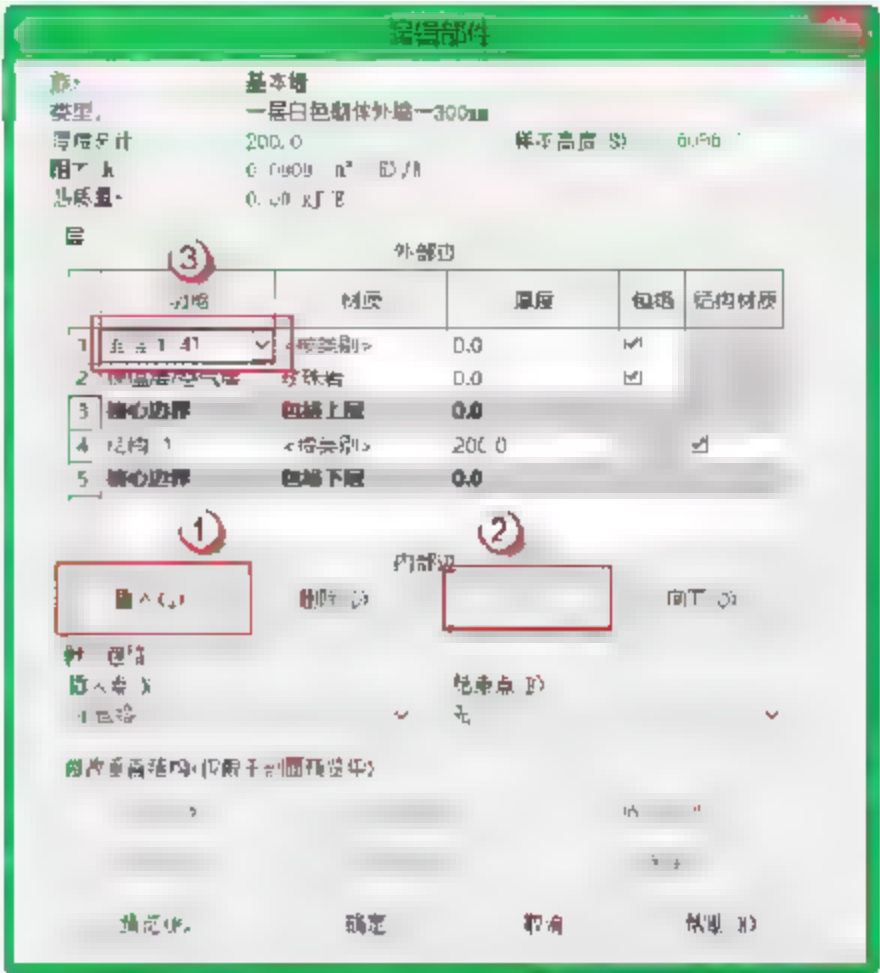

图 10.1.16 添加“面层 1 [4]”功能
(4) 编辑“保温层/空气层”材质。在“编辑部件”对话框中单击“保温层/空气层”对应的“材质”单元格右上角的“浏览”按钮，在弹出的“材质浏览器”对话框中，选择“AEC 材质”→“隔热层”→“珍珠岩”选项，将其填充图案改为“对角交叉线 1.5mm”，单击“确定”按钮返回“编辑部件”对话框，如图 10.1.16 所示。然后在“编辑部件”对话框下将其对应的厚度改为“30mm”。
(5) 添加“面层 1 [4]”功能。在“编辑部件”对话框中单击“插入”按钮，在“功能”参数下将“保温层/空气层”改为“面层 1 [4]”，如图 10.1.16 所示。